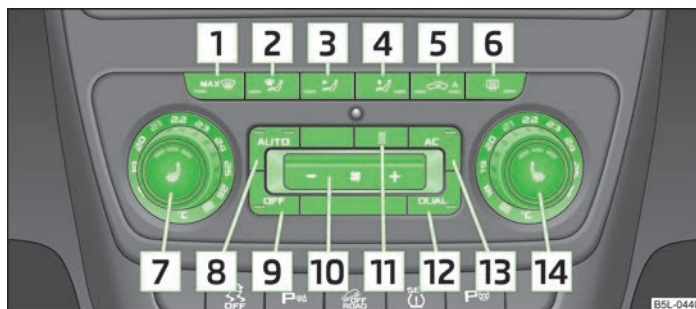

Fig. 91 Climatronic: Elementele de comandă
- > (AC) [13] » fig. 91 la pagina 86 activat.
- > Apăsăți tasta (AUTO) [8] » fig. 91 la pagina 86.
- Apăsati tasta (AUTO) 8 » fig. 91 la pagina 86. În colțul din dreapta sau stânga sus se aprinde o lampă de control, în funcție de regimul de funcționare selectat ultima dată.
- Apăsati tasta (AC) » fig. 91 la pagina 86. Lampa de control din tastă se aprinde.
- Prin apăsarea încă o dată pe tasta (AC), instalația de răcire se decuplează. Lampa de control din tastă se stinge. Activă rămâne numai funcția de ventilare, cu care nu se pot atinge temperaturi mai scăzute decât temperatura exterioară.
- După punerea contactului, se poate regla temperatura pe ambele părți, cu ajutorul regulatorului rotativ 7 » fig. 91 la pagina 86.
➤ Apăsați în mod repetat tasta  **5** » fig. 91 la pagina 86, până când lampa de control din partea stângă a tastei se aprinde.
- Când parbrizul s-a aburit, apăsați tasta  **1** » fig. 91 la pagina 86. După ce parbrizul s-a dezaburit, apăsați tasta **AUTO**.
➤ Apăsați din nou tasta  » fig. 91 la pagina 86 de pe partea stângă (reducerea turației ventilatorului), respectiv de pe partea dreaptă (creșterea turației ventilatorului).
➤ Apăsați tasta  **1** » fig. 91 la pagina 86.
➤ Apăsați tasta  **11** » fig. 91 la pagina 86.
➤ Apăsați din nou tasta  **1** » fig. 91 la pagina 86 sau tasta **8** **AUTO**.
➤ Apăsați din nou tasta  **11** » fig. 91 la pagina 86.